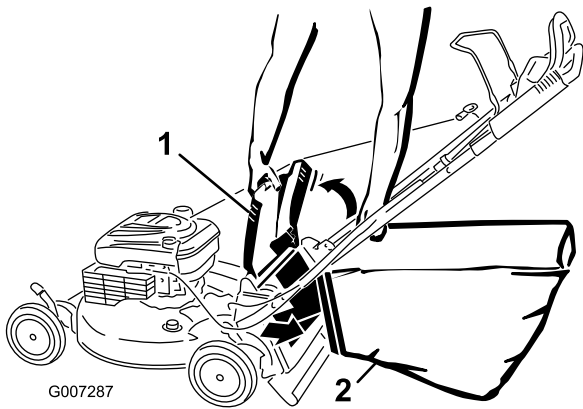

**Figure 24**
2. Soulevez le volet arrière et gardez-le dans cette position (Figure 24).
3. Retirez l'obturateur arrière (Figure 24).